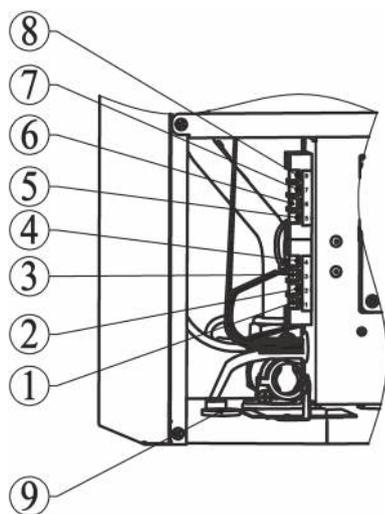

Рис. 11. Подключение дополнительных устройств
- удалите перемычку между клеммами 1 и 2 на колодке блока управления (рисунок 11);
- проденьте двухпроводной кабель, идущий от термостата, через проходную муфту 5 в корпусе и подключите его к клеммам 1 и 2 (рисунок 11);
- проденьте двухпроводной кабель, идущий от датчика, через проходную муфту 5 в корпусе и подсоедините его к клеммам 3 и 4 (рисунок 11);
- удалите перемычку между клеммами 1 и 2 (рисунок 11);
- Проденьте двухпроводной кабель, идущий от термостата БКН, через проходную муфту 9 в корпусе котла и подсоедините его к клеммам 5 и 6 (рис. 11)
- Проденьте двухпроводной кабель, идущий от датчика температуры БКН, через проходную муфту 9 в корпусе котла и подсоедините его к клеммам 7 и 8 (рис. 11)